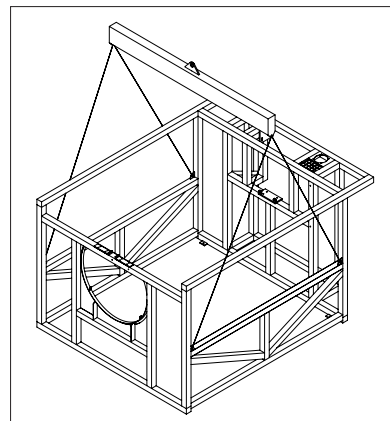

Bild 3.3 Lyftpunkter för filter utan tank (typ 2/3)
- Avemballerade filter kan lyftas med kran, eller travers och lyftstroppar. Stropparna ska placeras enligt Bild 3.3. OBS! Filterna skall placeras på dess slutliga (drifts) plats.